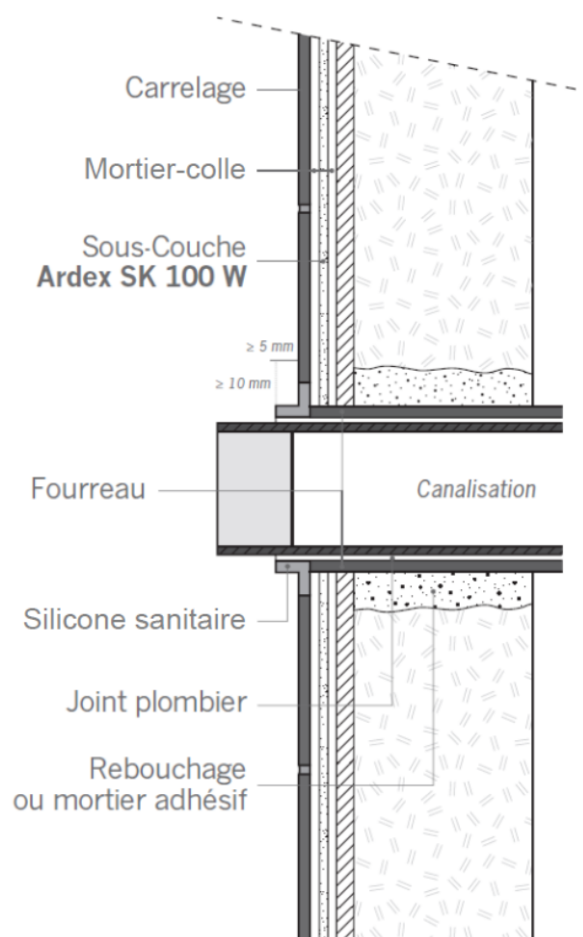

Figure 2 – Raccordement à une canalisation traversante murale
2.5.1. Mise en œuvre de la sous-couche ARDEX SK 100 W**2.5.1.1. Traitement préalable (figure 2)**